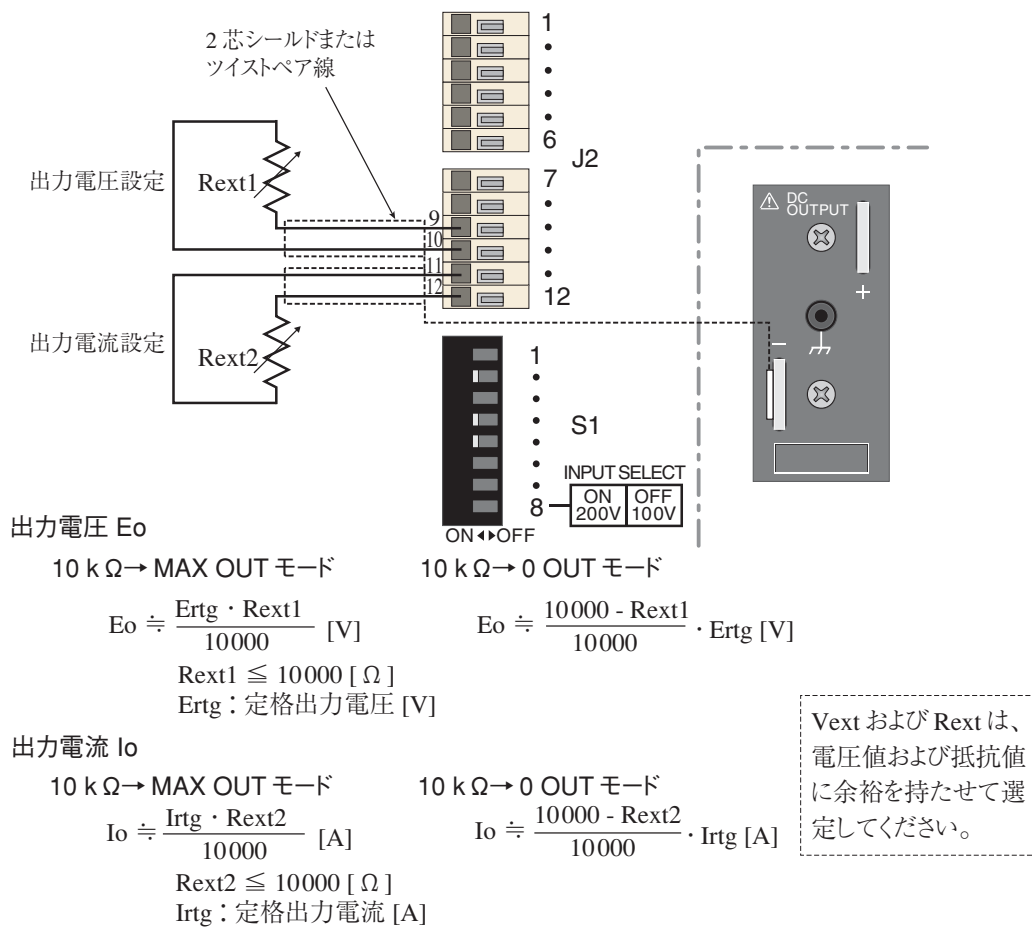

図 4-10 コントロール 4 の接続
- ・ Rext1 と出力電圧 Eo、および Rext2 と出力電流 Io との関係は、ほぼ図 4-10 に示した式のようになります。しかし、出力値に精度が要求される場合は、Rext1 および Rext2 の値によってゼロと出力する最大値を調整する必要があります。（ただし、Eo および Io は 10 k $\Omega$   $\rightarrow$  0 OUT モードのとき）